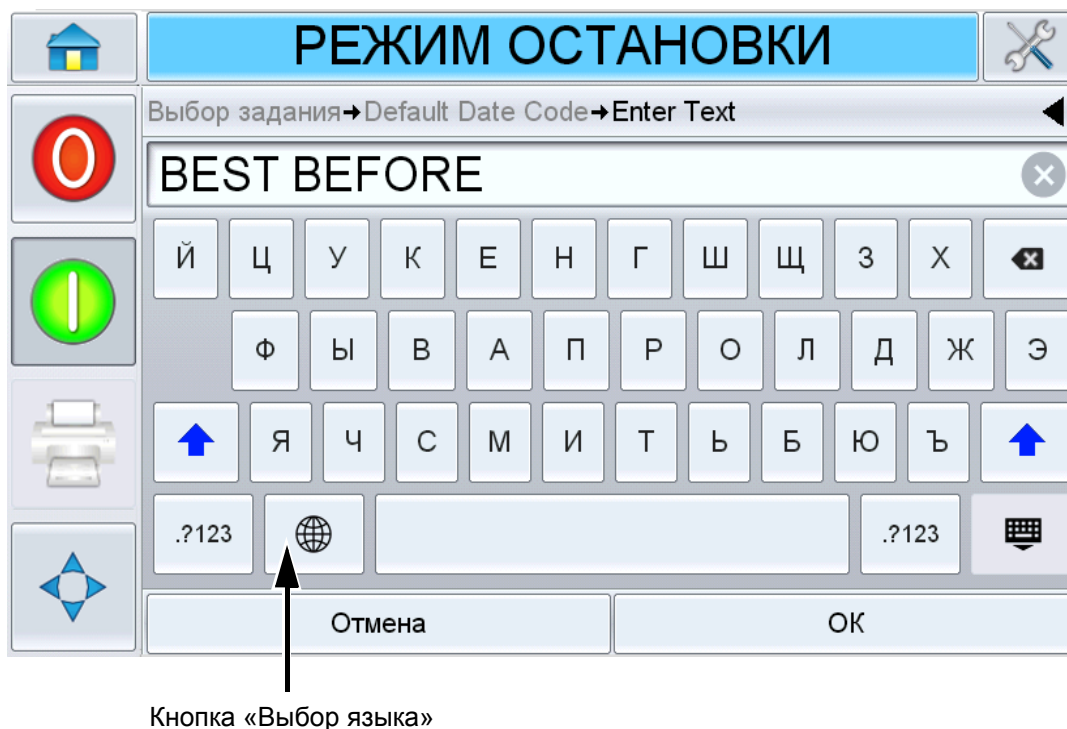

Рис. 6-6: Клавиатура по умолчанию
- б. Коснитесь кнопки выбора языка, чтобы выбрать доступные языковые настройки (см. Рисунок 6-6).